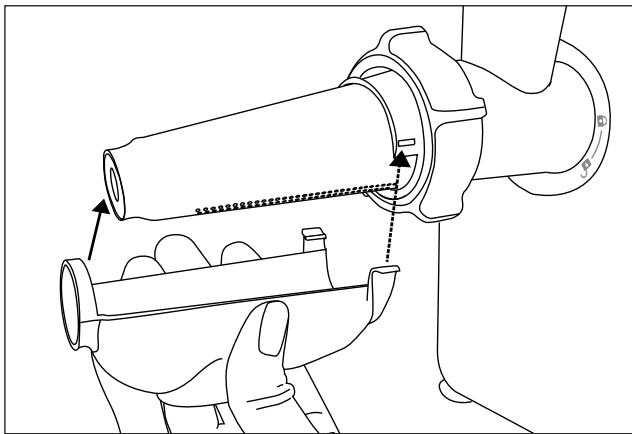

Abb. 2
- Für den Tomatenpassierer werden weder das Kreuzmesser ⑬ mit der Feder ⑫, noch eine Loch- oder Wurtscheibe ⑭/⑯ benötigt! Nehmen Sie alles ggf. aus dem Fleischwolfvorsatz ⑥ heraus.
- 3) Schieben Sie die Transportschnecke ⑪ in den Fleischwolfvorsatz ⑥.
- 4) Setzen Sie die Plastikschncke ⑨ auf die Transportschnecke ⑪. Achten Sie darauf, dass die eckige Achse der Transportschnecke ⑪ komplett in die eckige Aussparung der Plastikschncke ⑨ greift. Drehen Sie dazu die Plastikschncke ⑨ ggfs. etwas hin und her, bis sie festsetzt.
- 5) Schieben Sie dann das Passiersieb ⑩ komplett über die Plastikschncke ⑨. Setzen Sie es so an den Fleischwolfvorsatz ⑥, dass die zwei kleinen Fixierungen in die zwei passenden Aussparungen am Gewinde greifen. So lässt sich das Passiersieb ⑩ nicht mehr drehen. Die kleinen Löcher des Passiersiebes ⑩ zeigen nach unten.
- 6) Wenn alle Teile richtig aneinandergesetzt sind, stülpen Sie den Verschlussring ⑯ über das Passiersieb ⑩ und schrauben Sie diesen am Fleischwolfvorsatz ⑥ handfest auf.
- 7) Montieren Sie den Fleischwolfvorsatz ⑥ wie unter „Fleischwolf zusammenbauen“ beschrieben.
- 8) Befestigen Sie die Auffangschale ⑧ an dem Passiersieb ⑩ (siehe Abb. 2). Dazu schieben Sie den Ring auf die Spitze des Passiersiebs ⑩ und haken die Verschlüsse ⑦ beidseitig am breiten Ende ein. Das Loch in der Auffangschale ⑧ zeigt nach unten.